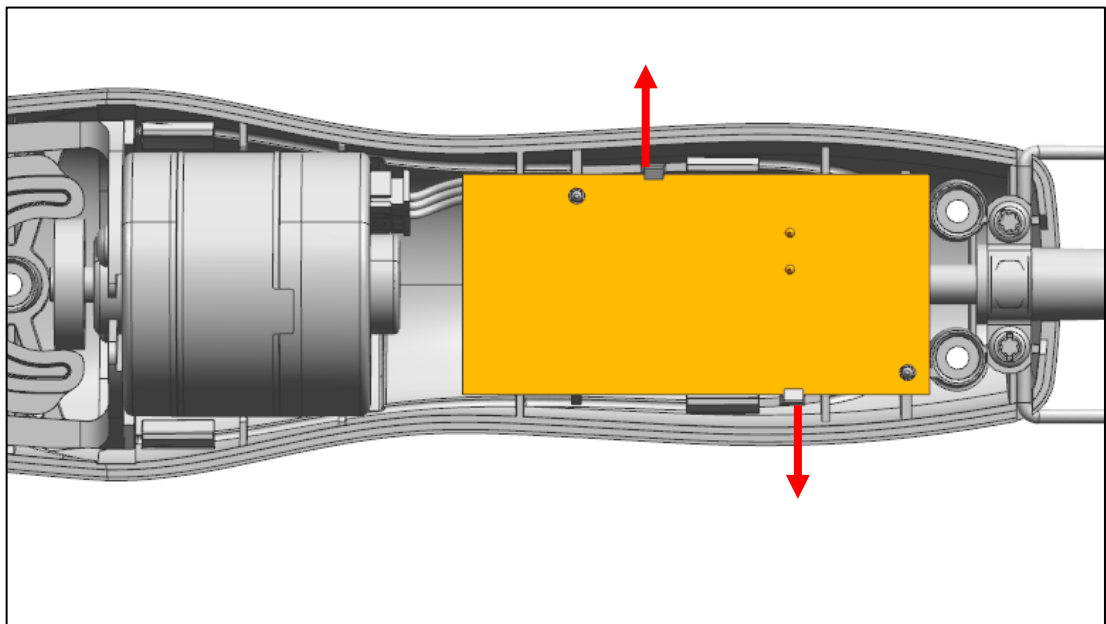
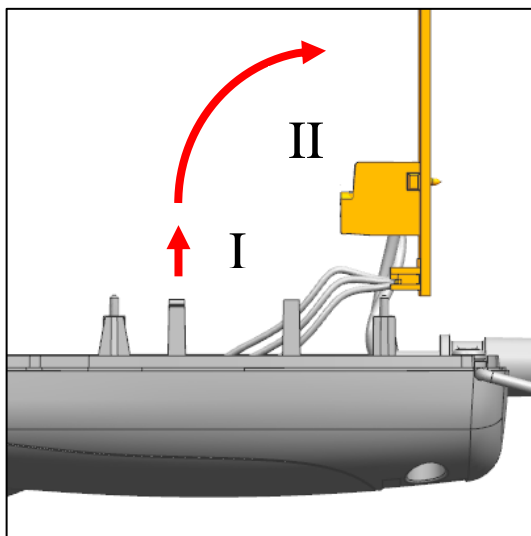

Abb. 12
Abb. 13
- a) Drücken Sie die beiden Schnapphaken an der Platine nach außen (Abb. 12) und ziehen Sie die Platine gleichmäßig nach oben, bis die Platine weder von den Schnapphaken gehalten noch von den Domen fixiert wird. Klappen sie die Platine vorsichtig um 90 Grad nach oben (Abb. 13).